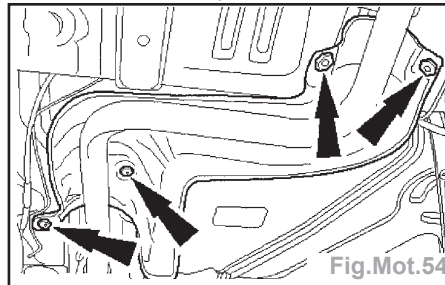

Fig.Mot.54
- Déposer l'écran thermique d'échappement (flèches) (Fig.Mot.54).